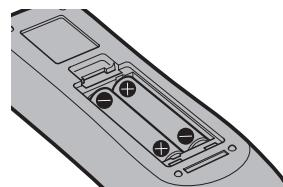

Fig. 2
- 2) Inserire le batterie e chiudere il coperchio (inserire prima il lato "+"). (Fig. 2)